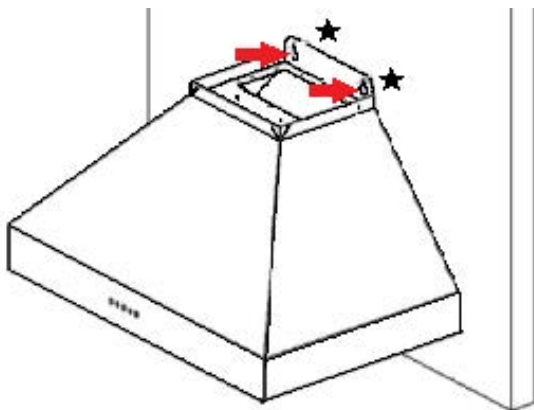

Figure 2.
3. Placez la hotte sur le mur avec le centre de la ligne de verticale et assurez-vous que la partie inférieure de la hotte s'aligne sur la ligne horizontale. Avec la hotte en position, marquer le mur au centre des trous du support et retirer la hotte du mur. Enfin percer les trous et fixer les vis de montage. **REMARQUE** : Assurez-vous que vous laissez les têtes des vis de montage sortie de $\frac{1}{4}$ " pour installer la hotte. *Figure 2*